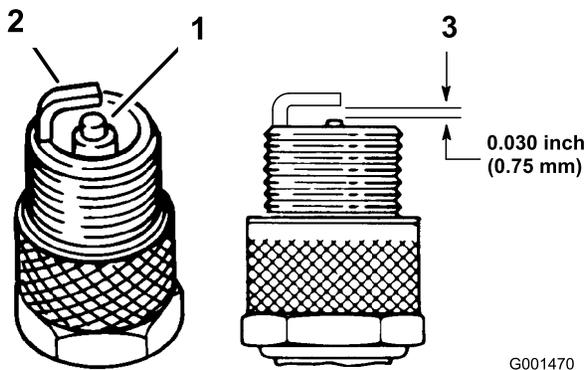

Bild 31
3. Prüfen Sie den Zustand der Seitenelektrode, der zentralen Elektrode und der Isolierung um die zentrale Elektrode, um sicherzustellen, dass nirgendwo Defekte aufgetreten sind (Bild 31).
4. Stellen Sie den Elektrodenabstand zwischen der zentralen und der Seitenelektrode auf 0,762 mm ein (Bild 31).